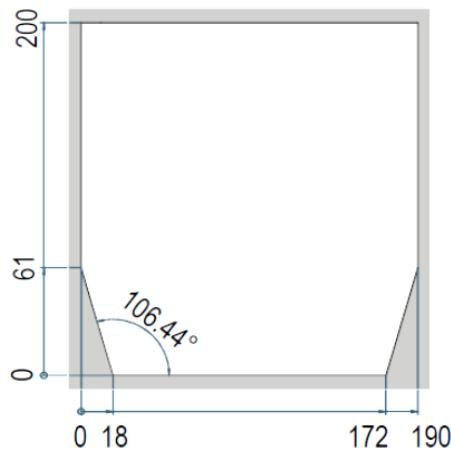
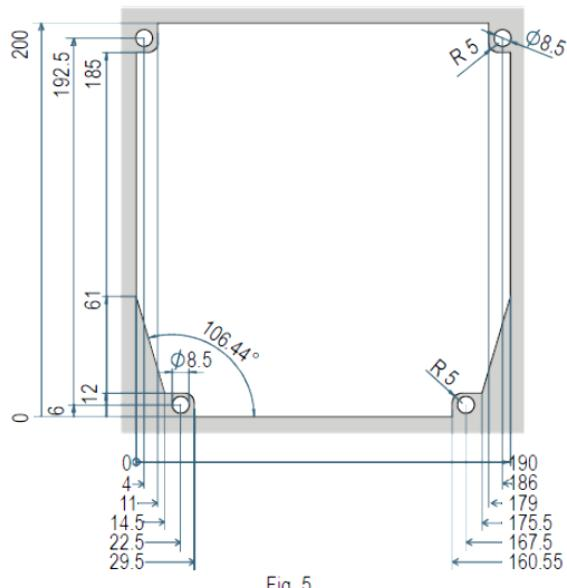

Fig. 4
Fig. 5
1. Lag et hull i panelet med dimensjoner beskrevet i Fig. 4 (forenklet) eller Fig. 5 (komplett).